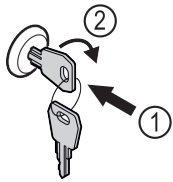

Fig. 167 Ilustratīvs attēlojums
- ▶ Iespiediet atslēgu Fig. 167 (1).
- ▶ Grieziet atslēgu par 90° pulksteņrādītāja virzienā Fig. 167 (2).